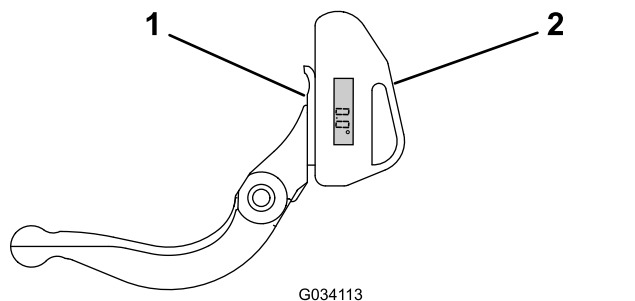

Bild 21
1. Positionieren Sie den Neigungsmesser an der Unterseite des Unteressers, wie in Bild 21 abgebildet.